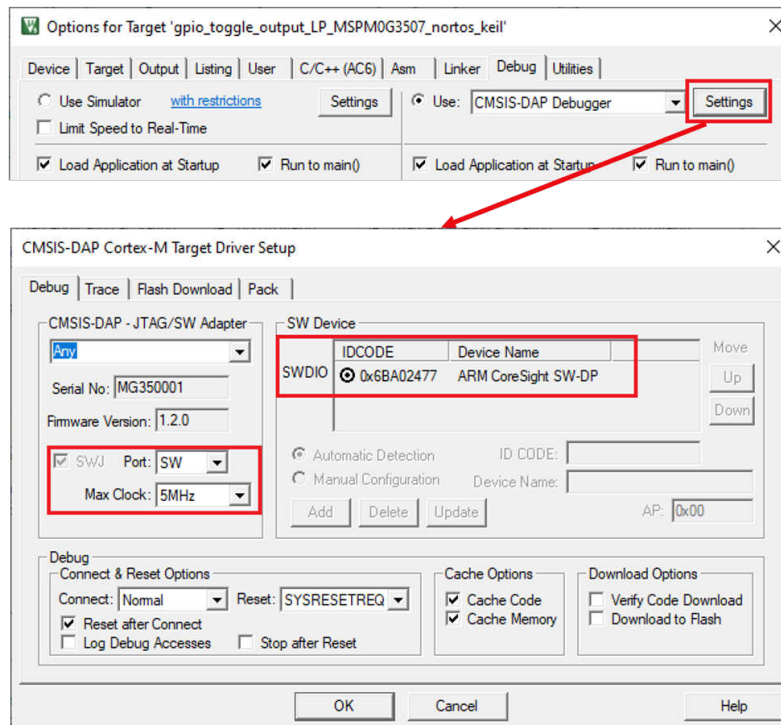
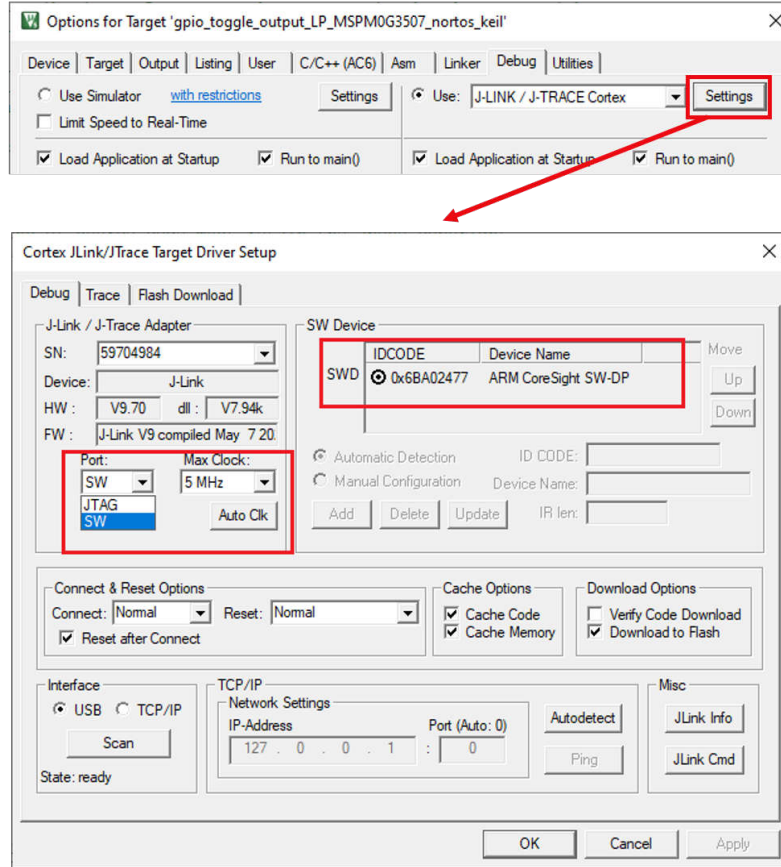

图 3-48. 检查 XDS110 探针的设置
图 3-49. 检查 J-Link 探针的设置
- 点击 *Settings* 按钮。在 *Debug* 选项卡上，确保设置与图 3-48 和图 3-49 匹配。